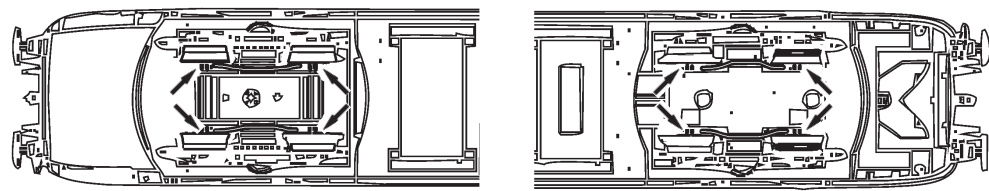

Fig. 7
3. Haftreifenwechsel: Zuerst den Getriebedeckel abnehmen (Fig. 7). Danach den **Radsatz** herausnehmen und die **Haftreifen** mit einer Nadel od. mit einem feinen Schraubendreher abziehen (Fig. 7). Beim Aufziehen der neuen Haftreifen darauf achten, dass diese sich nicht verdrehen.
3. Change of traction tyre: Remove the gear cover (fig. 7). Take out **wheel set** and remove **traction tyre** using a pin or a fine screwdriver (fig. 7). When pressing on the new traction tyre please **avoid twisting it**.
3. Échange des bandages d'adhérence: Démontez d'abord **le couvercle du carter des engrenages** des engrenages (fig. 7). Délogez ensuite les essieux bandagés et enlevez, à l'aide d'une aiguille ou d'un tourne-vis fin, les bandages d'adhérence (fig. 7). Lors du montage des nouveaux bandages veuillez veiller à ce que les bandages **ne soient pas tor-dues**.